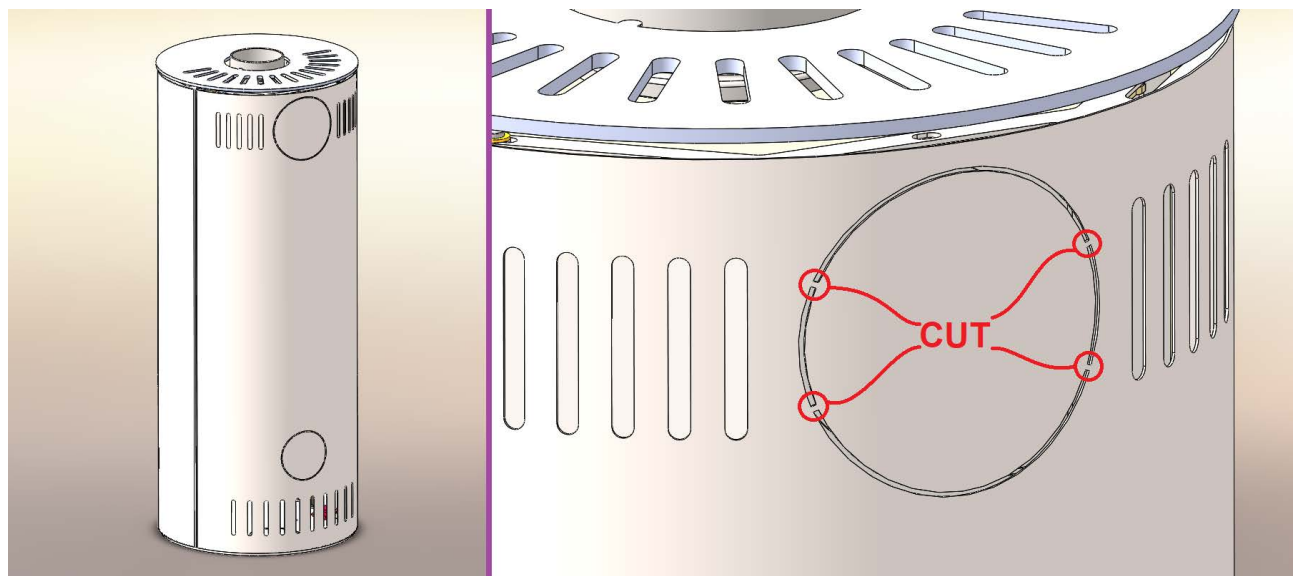

Abbildung 2 Schneiden der Mikrofugen im oberen Rückenbereich des Kamins
3. Abbildung 2 Schneiden der Mikrofugen im oberen Rückenbereich des Kamins	Seite 4